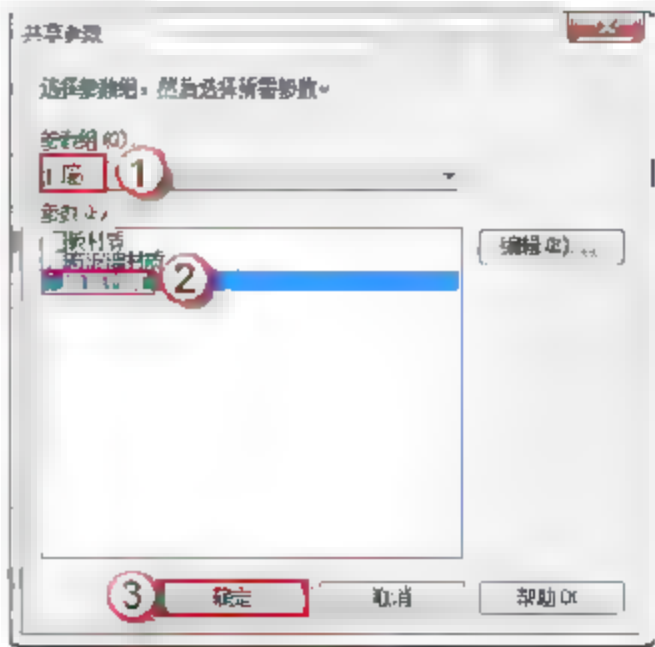

图 7.2.32 添加窗框材质
(7) 添加 MQ7196 窗框材质。在窗框的“属性”面板中，单击“材质和装饰”栏“材质”右侧的空白按钮，弹出“关联族参数”对话框，单击“添加参数 (D)”按钮，弹出“参数属性”对话框，选中“共享参数”单选按钮，单击“确定”按钮，弹出“共享参数”对话框。在“参数组 (G)”中选择“门窗”选项，在“参数 (P)”中选择“幕门窗框材质”选项，单击“确定”按钮，如图 7.2.32 所示。